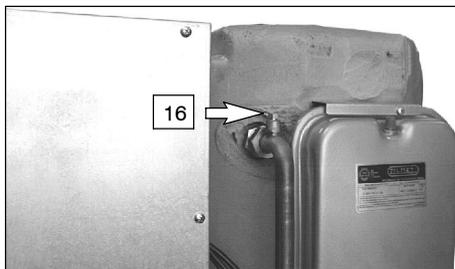

fig. 9.6
- 5 Allentare il raccordo di sfiato del serpentino bollitore 16 in fig. 9.6